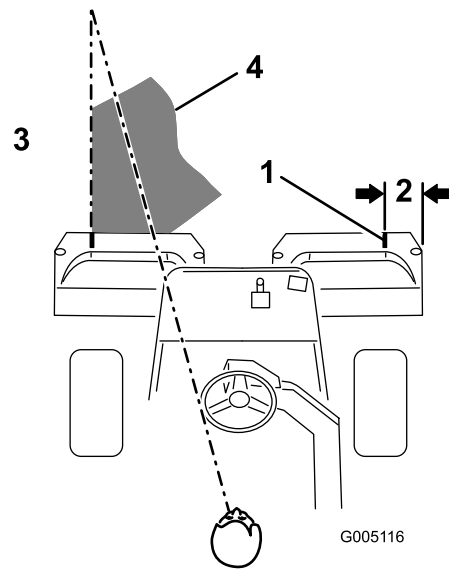

Figura 23
**Nota:** Per assistenza nel mantenimento di una linea retta sul green e nel mantenimento della macchina a una distanza pari dal bordo del taglio precedente, immaginate una linea di visione di circa 1,8–3 m davanti alla macchina fino al bordo della porzione di green non tosata (Figura 23). Includete il bordo esterno del volante come parte della linea di visione, ovvero mantenete il bordo del volante allineato con un punto che viene mantenuto sempre alla stessa distanza dalla parte anteriore della macchina.